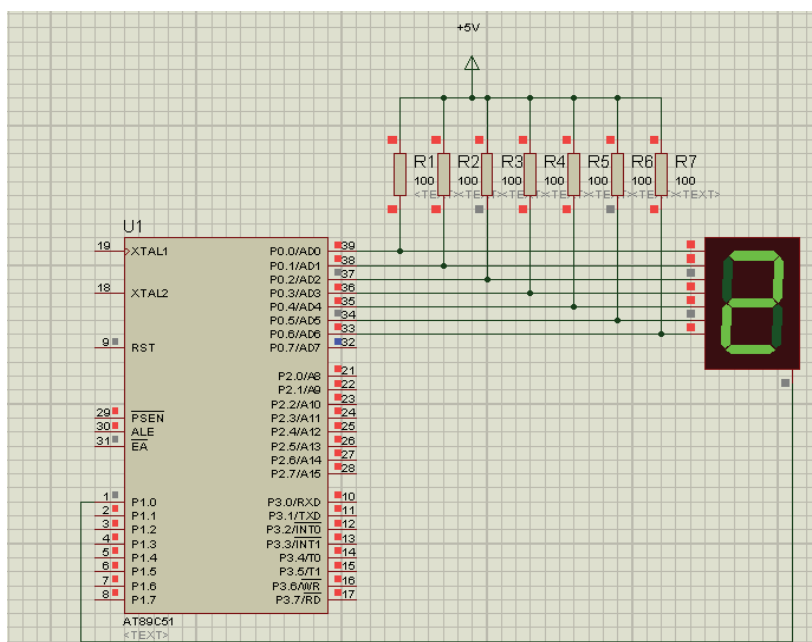

图 6.7 电路连接及仿真效果图
**【例 6.1】** 设单片机的 P0 引脚和数码管代码段相连，P1.0 和数码管公共段相连（共阴极），电路连接如图 6.7 所示。请在数码管上依次显示 0~9 个数字，显示时间间隔为 1s，试利用数组编写程序。